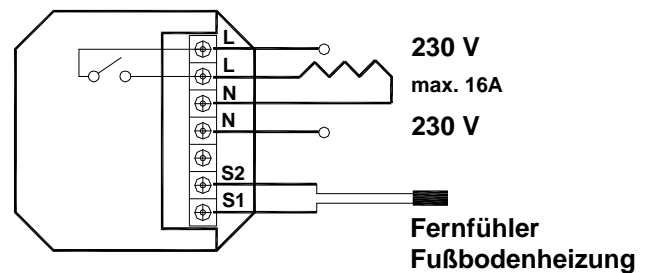

Bild 2
2. Der Anschluss des Gerätes erfolgt auf der Rückseite (siehe Bild 2). Die Klemmen sind am Gerät beschriftet und wie folgt belegt: